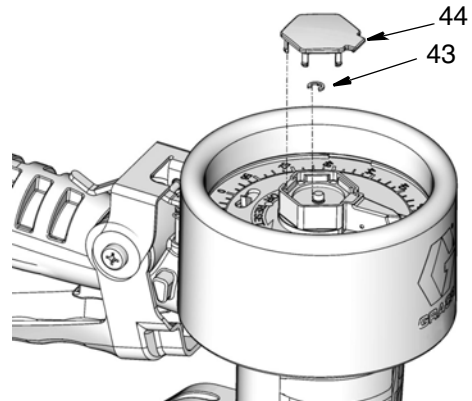

ABB. 35
5. Kleinen Haltering (43) und Abdeckung (44) anbringen (ABB. 35).